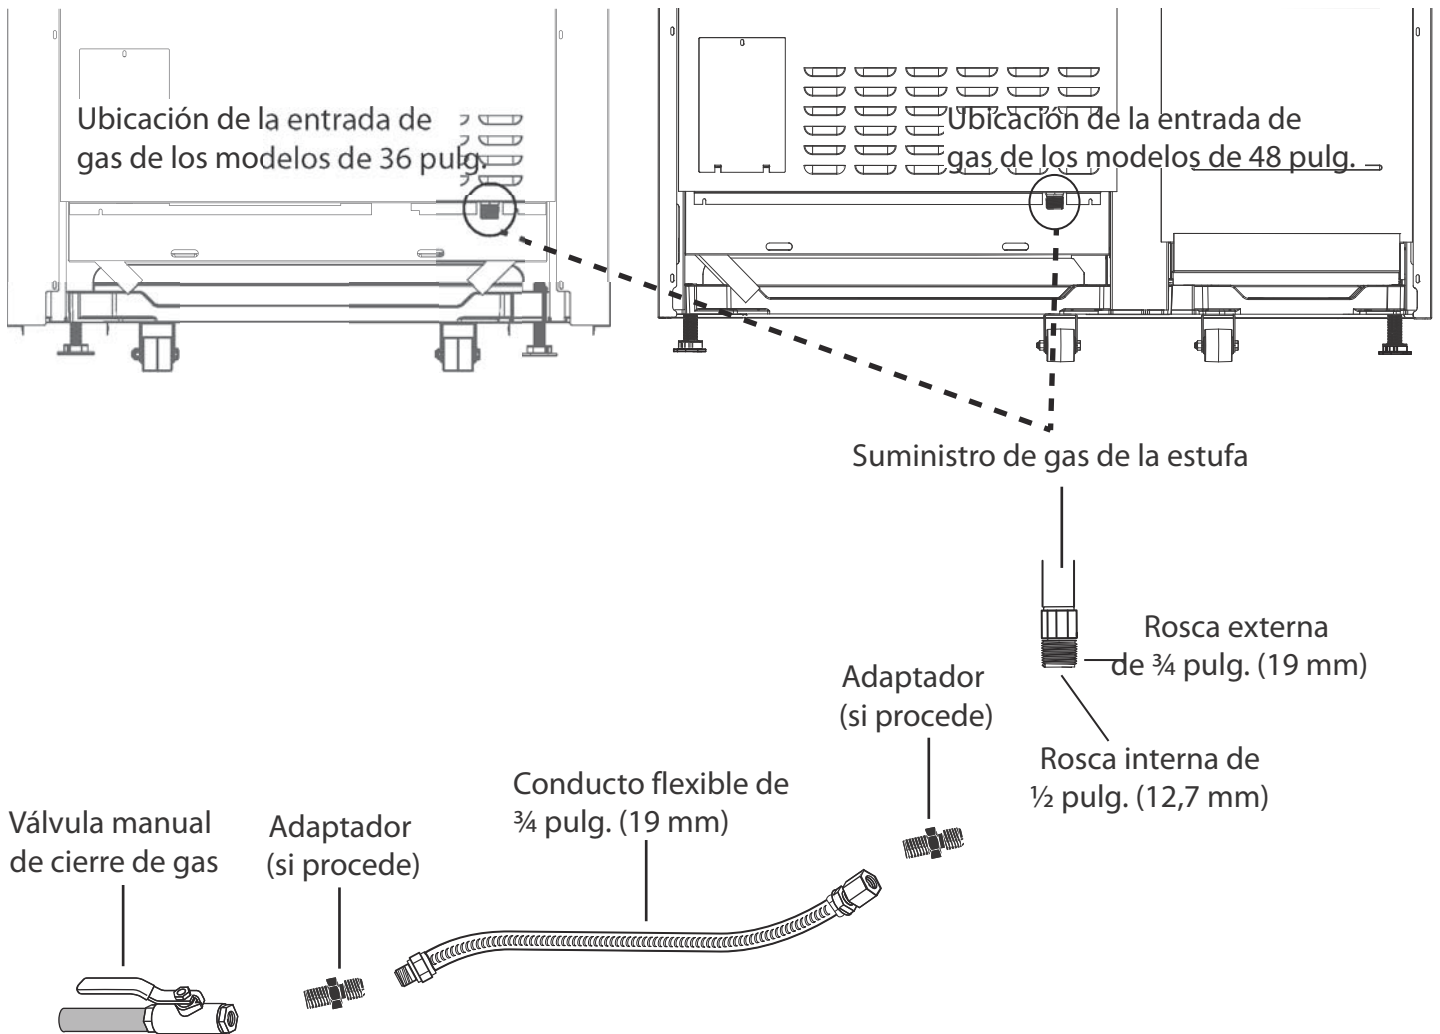

Figura 15: Conexión del colector del suministro de gas
- Utilice un conducto flexible de 3/4 pulg. (19 mm) entre el suministro de gas y la línea de suministro del aparato. La línea de suministro de gas está ubicada detrás de la estufa, abajo a la derecha. La línea externa de suministro de gas del aparato tiene una rosca de tipo NPT 3/4 pulg. (19 mm) y la rosca interna es de tipo NPT 1/2 pulg. (13 mm) (vea la *Figura 15*).